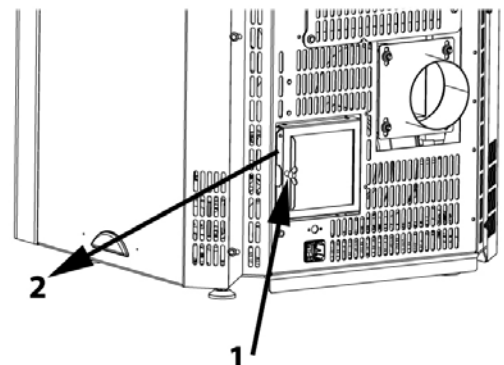

Abbildung 9: Luftfilter
Zur Verbrennung wird Luft benötigt die über das Luftfiltergehäuse und den dahinter befindlichen Luftmengensensor angesaugt bzw. geregelt wird. Um eine Verschmutzung des Luftmengensensors vorzubeugen, wurde ein Luftfilter eingebaut. Dieser sollte in Abständen von 6-8 Wochen kontrolliert bzw. gereinigt werden. Durch lockern der Flügelschraube (1) lässt sich der Filter (2) leicht herausziehen und bequem reinigen (siehe Abb. 9). Ein Betrieb ohne Luftfilter ist nicht zulässig und kann zu Störmeldungen des Luftmengensensors führen.